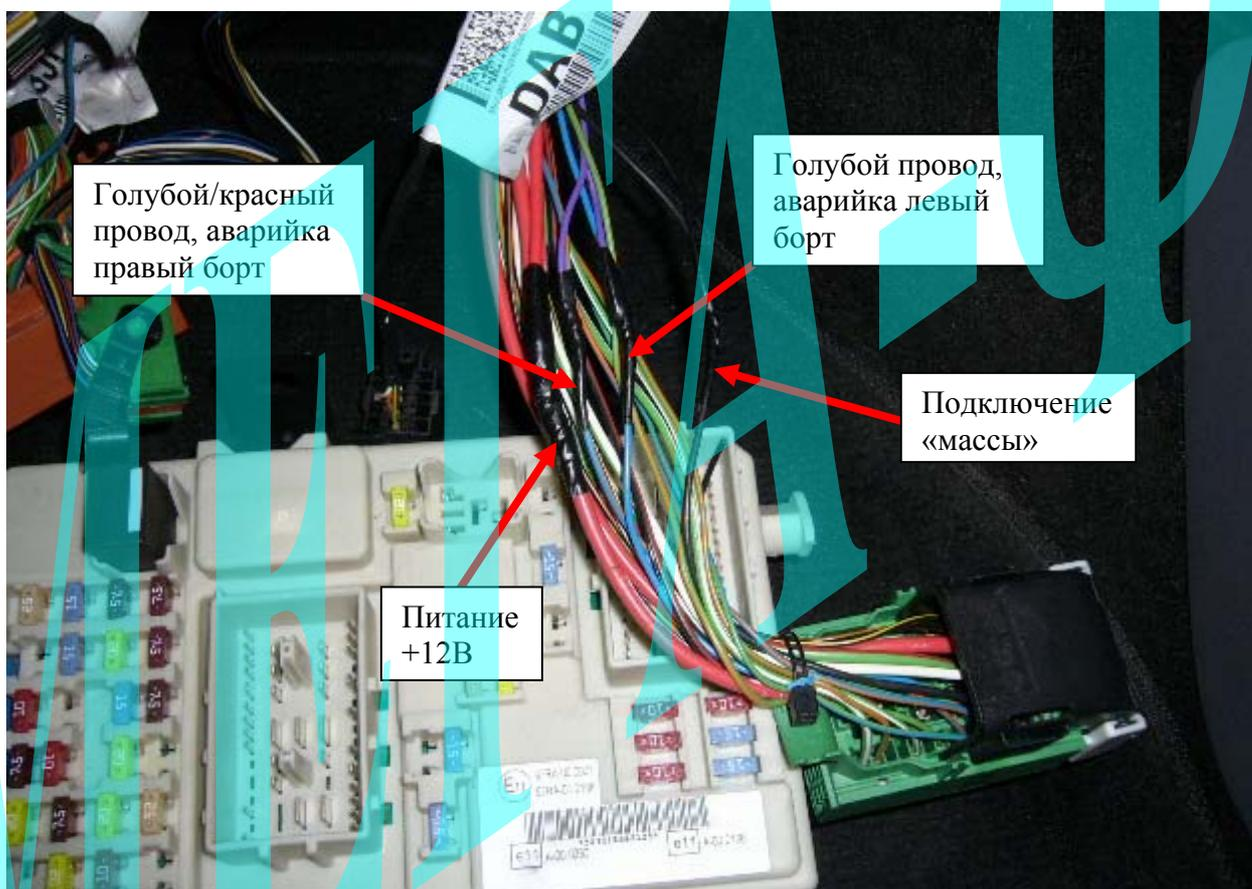

Рис. 2: Подключение аварийной сигнализации и питания системы.
В CAN шине данного автомобиля отсутствует команда управления аварийной сигнализацией по цифровой шине, поэтому необходимо обеспечить аналоговое подключение. Для управления включением/выключением аварийной сигнализации следует фиолетовые провода разъема CN1 системы Scher-Khan Magicar 6 (B) подключить к голубому и голубому/красному проводам расположенным в жгуте зеленого 41-контактного разъема монтажного блока. См. рис. 2.
Питание +12 В можно взять с красного провода зеленого 41-контактного разъема монтажного блока. См. рис. 2. К этому проводу подключаем красный провод разъема CN1 системы Scher-Khan Magicar 6 (B) через предохранитель 5 А (входит в комплект).
В качестве «массы» можно использовать любую удобную точку подключения на корпусе автомобиля. В эту точку следует надежно подключить черный провод разъема CN1 системы Scher-Khan Magicar 6 (B). Возможно подключение к черному проводу зеленого 41-контактного разъема монтажного блока. См. рис. 2.